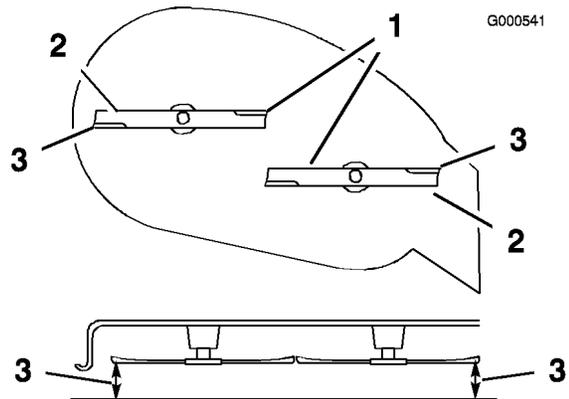

Figura 41
5. Fate ruotare con cautela la lama (o lame) da un lato all'altro (Figura 41). Misurate la distanza tra i taglienti esterni e la superficie piatta (Figura 41). Se entrambe le misure non rientrano nella tolleranza di 5 mm è necessario regolare; proseguite l'operazione.